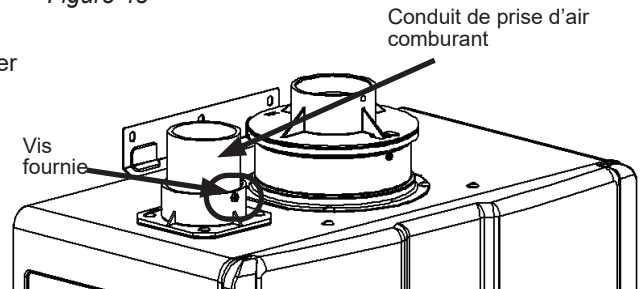

Figure 44
3. Installer le conduit de prise d'air comburant. S'assurer que le conduit est correctement installé. Fixer le conduit de prise d'air comburant au raccord de prise d'air comburant à l'aide de la vis fournie (figure 44).